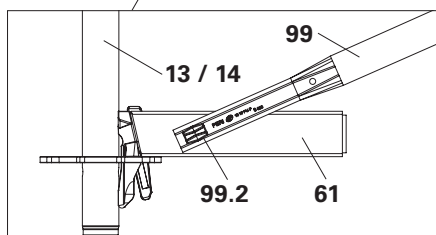

Bild B1.03
3. Montera balkdiagonal UBL (99): Sätt in hängkrok (99.1) i horisontalbalken. Ställ vändhake (99.2) rakt och för den genom ställytan UC 33 (61). Lägg om vändhake på innersidan. (Bild B1.03 – B1.04a)